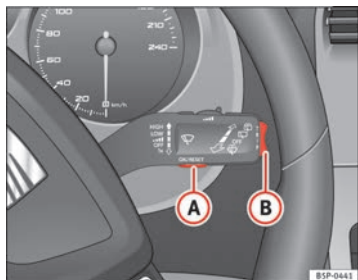
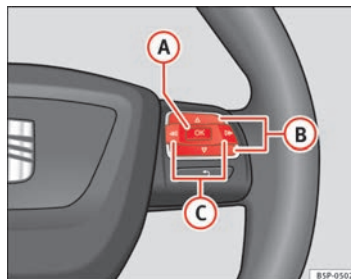

Abb. 44 Scheibenwischerhebel: Taste A zum Bestätigen von Menüpunkten und Wippe B zum Wechseln der Menüs
Abb. 45 Bedienelemente am Lenkrad: Taste A zum Bestätigen der Menüpunkte und Tasten B zum Wechseln der Menüs
- Zum Aufrufen des Menüs „Einstellungen“ drücken Sie die Taste **C** ⇒ Seite 68, Abb. 45, bis die entsprechende Anzeige am Display erfolgt. Nun befinden Sie sich in diesem Menü.
- Zum Umschalten zwischen den Speichern drücken Sie bei eingeschalteter Zündung kurz die Taste **A** ⇒ Seite 68, Abb. 44 ⇒ Seite 68 am Scheibenwischerhebel oder die Taste **OK** am Multifunktionslenkrad ⇒ Seite 68, Abb. 45 ⇒ Seite 68. ▶
In der Multifunktionsanzeige können Sie durch Betätigen der Wippe **(B)** ⇒ Seite 68, Abb. 44 ⇒ Seite 68 am Scheibenwischerhebel oder durch Drücken der Taste **(Δ)** bzw. **(▽)** ⇒ Seite 68, Abb. 45 am Multifunktionslenkrad* die folgenden Daten abfragen.